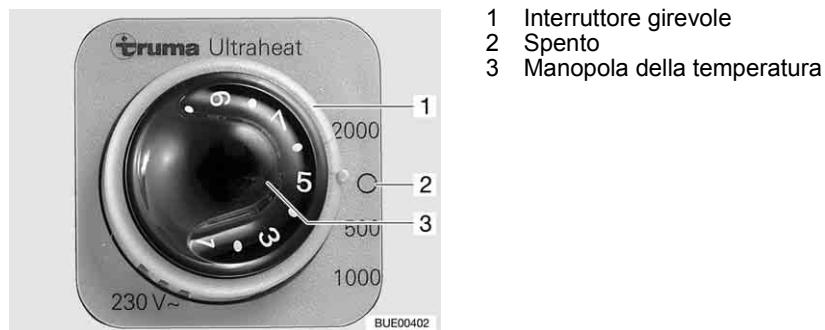

Fig. 120 Elemento di regolazione riscaldamento supplementare elettrico Ultraheat
- Posizionare l'interruttore girevole (Fig. 120,1) sul grado di potenza desiderato (500, 1000 o 2000 W).
- Posizionare la manopola della temperatura (Fig. 120,3) sulla potenza desiderata.
- Posizionare l'interruttore girevole (Fig. 120,1) su "O" (Fig. 120,2).